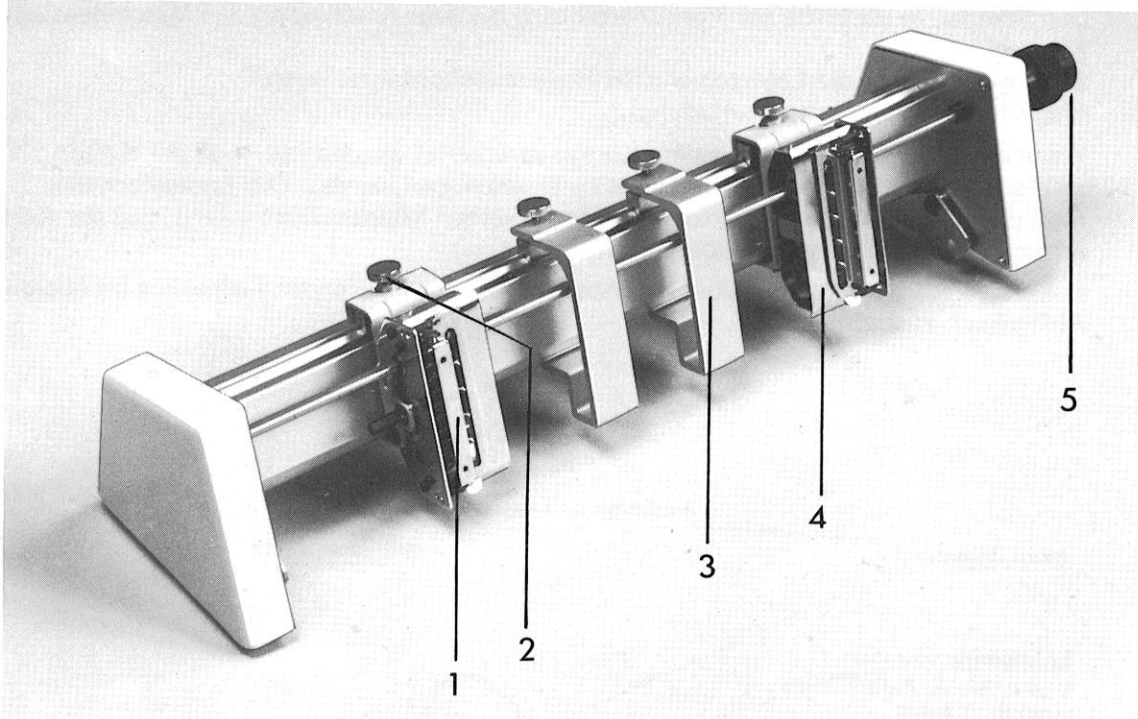

Abb. 13 Endlosformulareinrichtung EFS 4
EF-Papier mit den Führungslöchern in die Traktoren 1) Abb. 13 einlegen und die Führungsklappen 4) Abb. 13 schließen.
Drehknopf 5) Abb. 13 axial herausziehen, festhalten, und das Formular auf die erste Druckzeile einstellen.
- Rändelknöpfe 2) Abb. 13 lösen und die Traktoren 1) seitlich soweit verschieben, bis die Transportlöcher auf den Transportstacheln aufliegen.